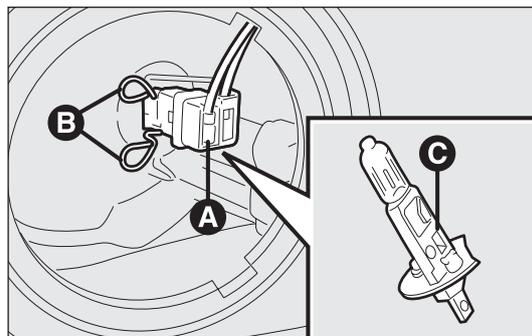

fig. 182
- scollegare il connettore elettrico A-fig. 182;